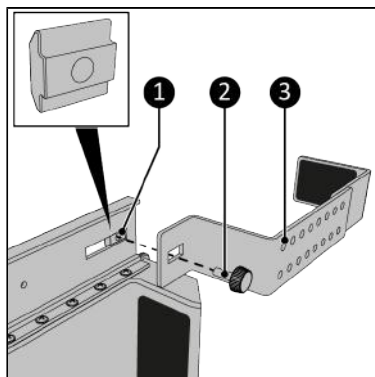

Figure 175.
- Vissez le support (Figure 175, pos. 3) sur le rail principal situé à l'avant au moyen de la vis à bouton (Figure 175, pos. 2). Veillez à raccorder la vis à bouton à l'écrou coulissant (Figure 175, pos. 1).